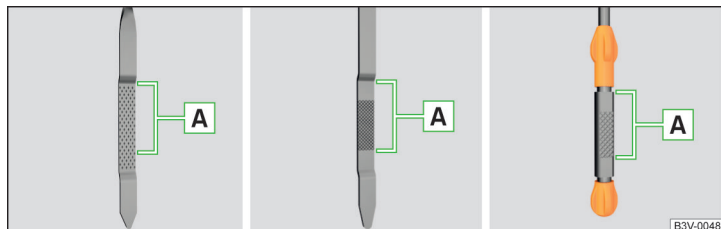

Fig. 308 Modelos de varillas del nivel de aceite
El nivel de aceite tiene que situarse en la zona **A** » fig. 308. Si el nivel de aceite se encuentra por debajo de la zona **A** se debe rellenar aceite.
- El nivel de aceite no debe estar nunca fuera de la zona **A** » fig. 308 - ¡De lo contrario existe riesgo de daños del motor, así como en el sistema de gases de escape!